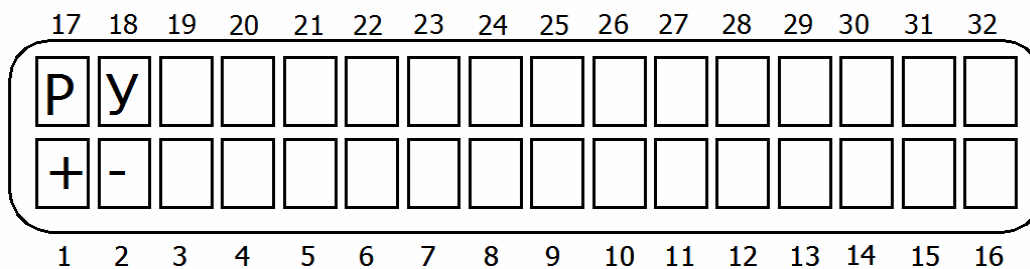

Рис.17 Программное включение расширителя в HUNTER-PRO 32
3.2.3. Включите опцию «P» в данном экране, установив под буквой, ее обозначающей, знак «+», как показано на рис. 17